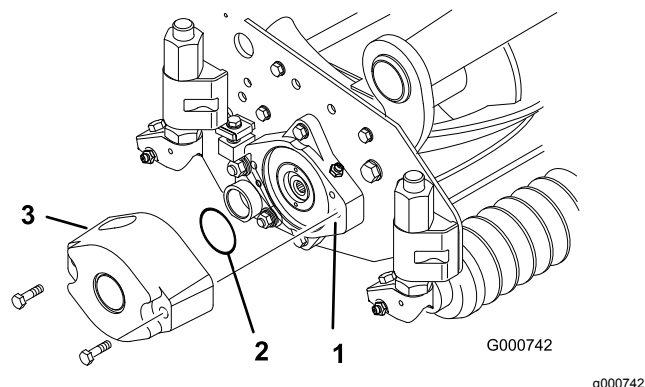
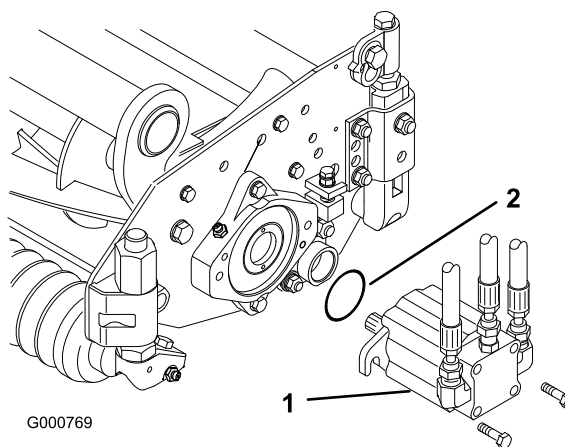

Figura 15
Figura 18
3. Lubrificate un O-ring grande e montatelo nella scanalatura del supporto del cuscinetto, uno per ciascun lato dell'apparato di taglio (Figura 15 e Figura 18).
4. Montate un contrappeso sull'estremità appropriata di ciascun apparato di taglio con le viti a testa cilindrica fornite (Figura 15).
13. Montate il motore sull'estremità di azionamento dell'apparato di taglio e fissatelo con 2 viti a testa cilindrica (Figura 18).